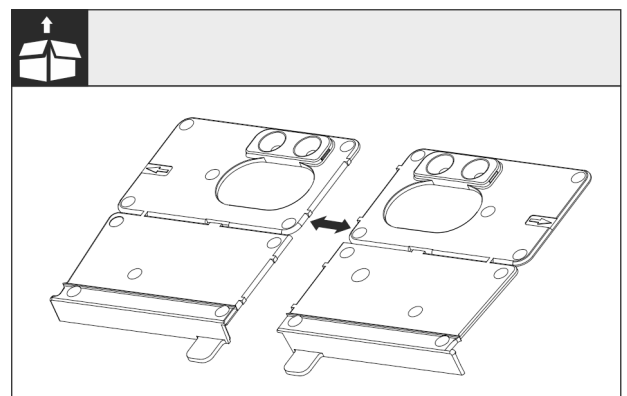

Fig. 25
- Montagewinkel Boden Fig. 25 () an der Perforierung trennen.